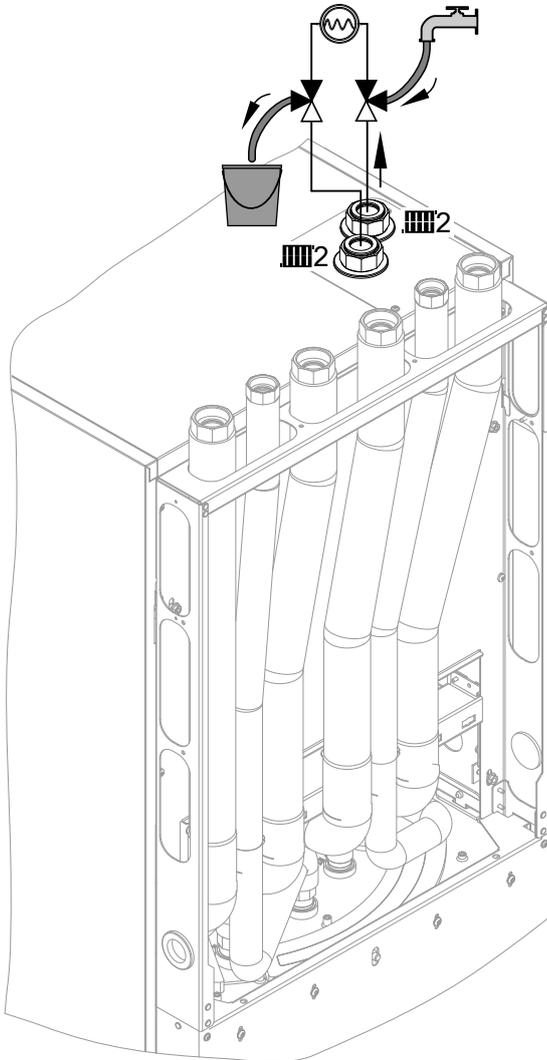

Abb. 70
4. 3-Wege-Kugelhähne im Vor- und Rücklauf Heiz-/Kühlkreis 2 gemäß Abb. 70 öffnen. Heizwasser über den Befüllschlauch einströmen lassen.